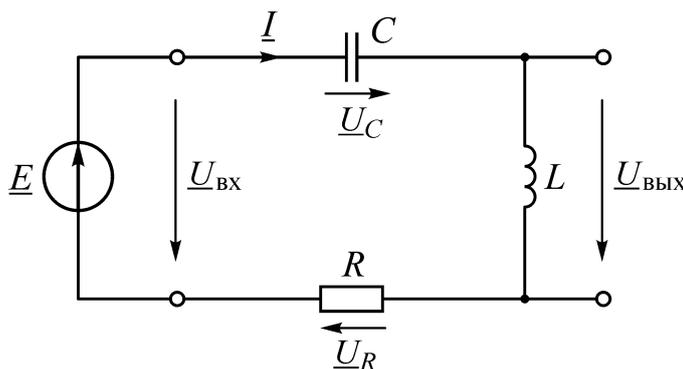

Рис. 9
2.1. Данные элементов схемы (рис. 9):
Для схемы последовательного контура (рис. 9) в соответствии с данными своего варианта определить:
– Собрать схему (рис. 9). Для измерения напряжений U_R , U_L , U_C параллельно каждому элементу включить вольтметры (режим работы «АС» – переменный ток, внутреннее сопротивление $R_V = 100 \text{ МОм}$).